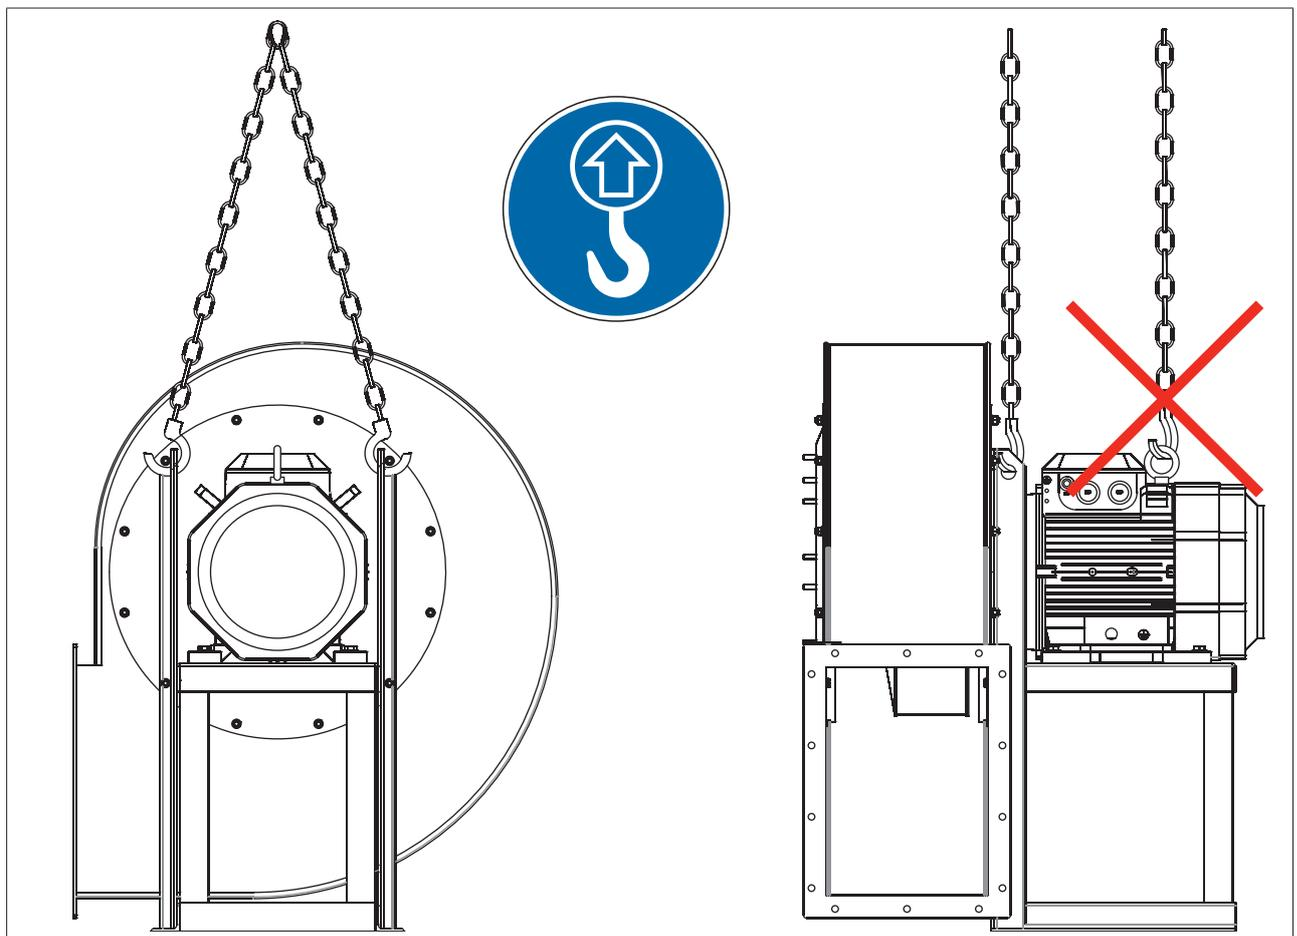

FIG. 11 (Punti di ancoraggio per il sollevamento del ventilatore)
È OBBLIGATORIO IMPIEGARE MEZZI IDONEI ALL'IMPIEGO (FUNI, BRACHE, CATENE, GRU, CARRELLO ELEVATORE, ECC.) IN CONFORMITÀ ALLE NORMATIVE VIGENTI IN MATERIA DI SICUREZZA, UTILIZZANDO I PUNTI DI AGGANCIAMENTO IDENTIFICATI DAL SEGNALE RIPORTATO IN FIG. 11.
4.2- Sollevamento del ventilatore (FIG. 11)
È necessario utilizzare gli appositi fori realizzati sul ventilatore (di solito sui longaroni della sedia v. FIG. 11) ed evidenziati con apposita segnaletica. Si consiglia l'utilizzo di braca di catena a 2 o più bracci, la cui scelta avverrà da parte dell'operatore addetto alla movimentazione dopo analisi delle dimensioni e massa del ventilatore da sollevare e trovando il giusto grado di simmetria per un sollevamento adeguato, utilizzare la norma EN 818-6. È opportuno fare attenzione che bracci non utilizzati siano raccolti e agganciati per ridurre il rischio che oscillino e vadano ad impigliarsi e interferire durante la fase di sollevamento.
Le punte dei ganci devono essere sempre rivolte verso l'esterno FIG. 11.